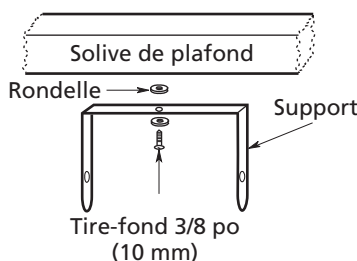

Figure 4a – Montage avec une seule vis
Consulter les Figures 4a et 4b.
**REMARQUE :** Pour faire pivoter le radiateur vers la droite ou vers la gauche, il est recommandé d'ajouter une rondelle des deux côtés du support. Un tire-fond plus long peut être nécessaire pour fixer solidement l'appareil (voir la Figure 4a).
1. Rotation de l'appareil – Si l'appareil a été installé avec un seul tire-fond, comme indiqué à la Figure 4a, il suffit de faire tourner l'appareil complet pour régler l'écoulement d'air selon les besoins.